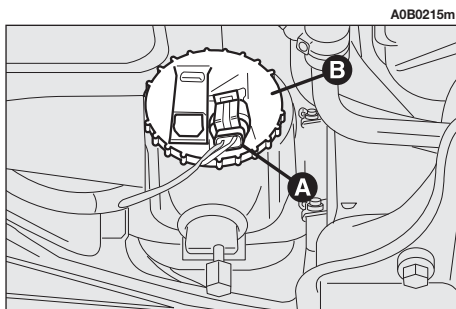

fig. 33
- Scollegare il connettore (**A-fig. 33**) dal gruppo ottico.
- Ruotare in senso antiorario il coperchio (**B-fig. 33**) e rimuoverlo.
– Rimontare il coperchio (**B-fig. 33**) e collegare il connettore (**A-fig. 33**) al gruppo ottico.